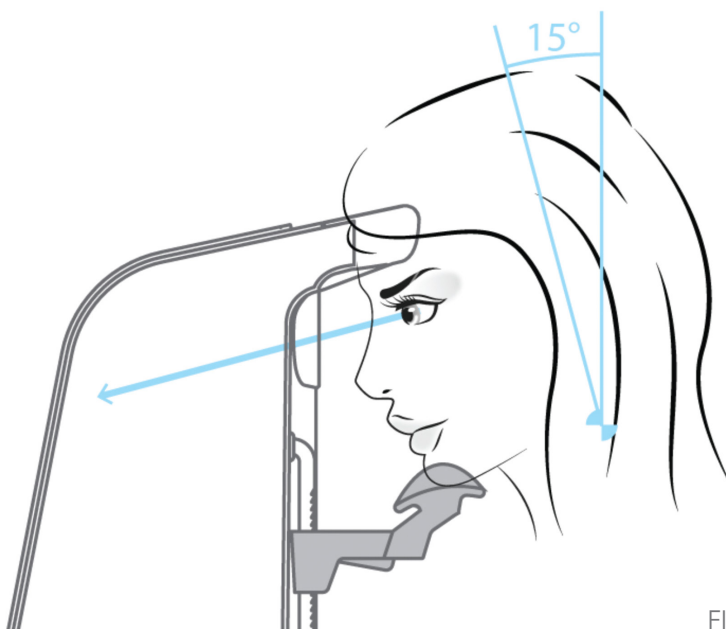

FIGURA 9
3. Ajuste la elevación del apoyo del mentón para posicionar los ojos del paciente verticalmente en el centro de la apertura de la luz (Figura 9).
4. Ajuste la posición del mentón del paciente al apoyo del mentón como se muestra abajo (Figura 9).